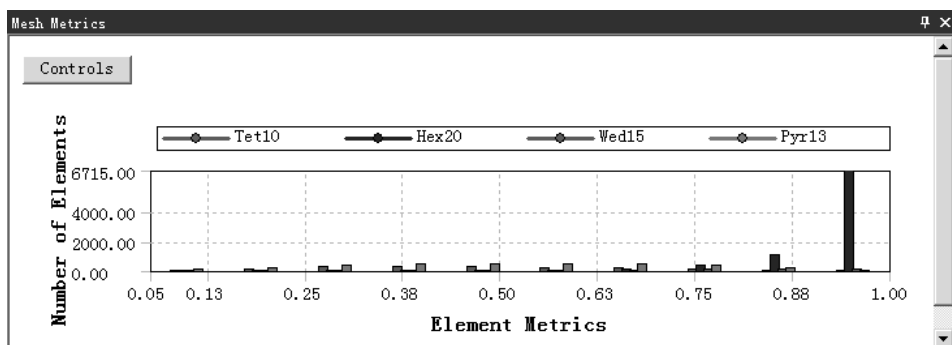

图 5.4.23 检查结果统计图表（八）
- ◆ 正交品质 (Orthogonal Quality)。这是网格质量检查的主要方法之一，其值位于 0 和 1 之间，0 最差，1 最好。选择此选项后，在信息栏中打开图 5.4.23 所示的检查结果统计图表（八）。